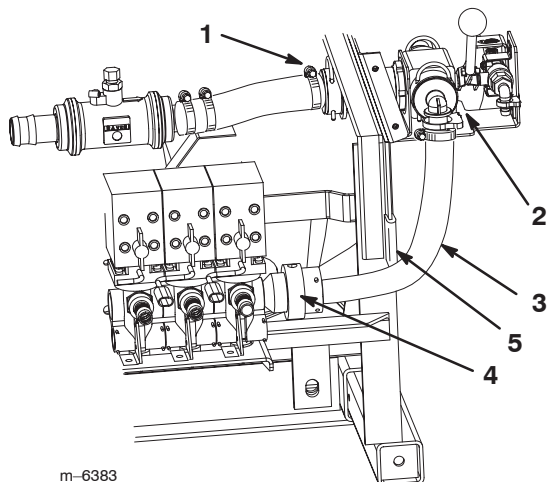

Figure 14
3. Connectez le raccord, que vous avez monté dans le flexible d'alimentation de la rampe, à l'ensemble distributeur de commande et fixez-le avec le dispositif de retenue retiré précédemment (Fig. 14).
10. Connectez le raccord du grand flexible sur l'ensemble distributeur au raccord situé à droite des soupapes d'alimentation de la rampe (Fig. 14).
11. Débranchez le grand flexible du distributeur et examinez l'intérieur du distributeur (Fig. 14). Vous devriez y voir une ouverture remontant vers le haut dans le clapet à bille. Si tel n'est pas le cas, tournez la bille jusqu'à ce que l'ouverture soit parfaitement visible et remonte vers le haut.
12. Connectez le grand flexible au distributeur de commande (Fig. 14).
13. Placez la garniture en caoutchouc sur le bord du châssis pour protéger le flexible (Fig. 14).